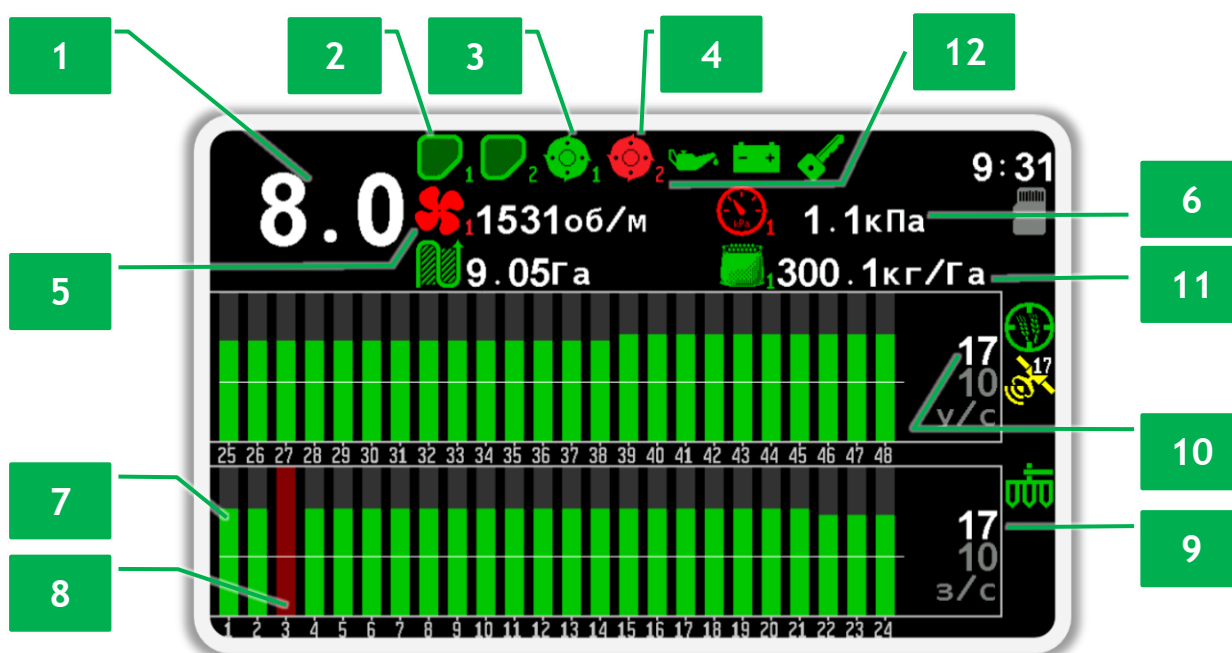

Рисунок 11 Пример отображения главного экрана во время работы.
- скорость движения сеялки (см. Рисунок 11 п.1) по спидометру в тракторе или GPS-навигатору, если есть такая возможность;
- скорость вращения вентилятора должна быть в пределах допустимого диапазона (см. Рисунок 11 п.5);
- давление должно быть в пределах допустимого диапазона (см. Рисунок 11 п.6);
- фактическая дозировка посевного материала по массе должна соответствовать требуемой (см. Рисунок 11 п.11);
- фактическую интенсивность внесения посевного материала относительно заданного аварийного уровня (см. Рисунок 11 п.9).
- фактическую интенсивность внесения сухих удобрений относительно заданного аварийного уровня (см. Рисунок 11 п.10);
- отсутствует аварийная индикация на индикаторах остальных датчиков (см. Рисунок 11).